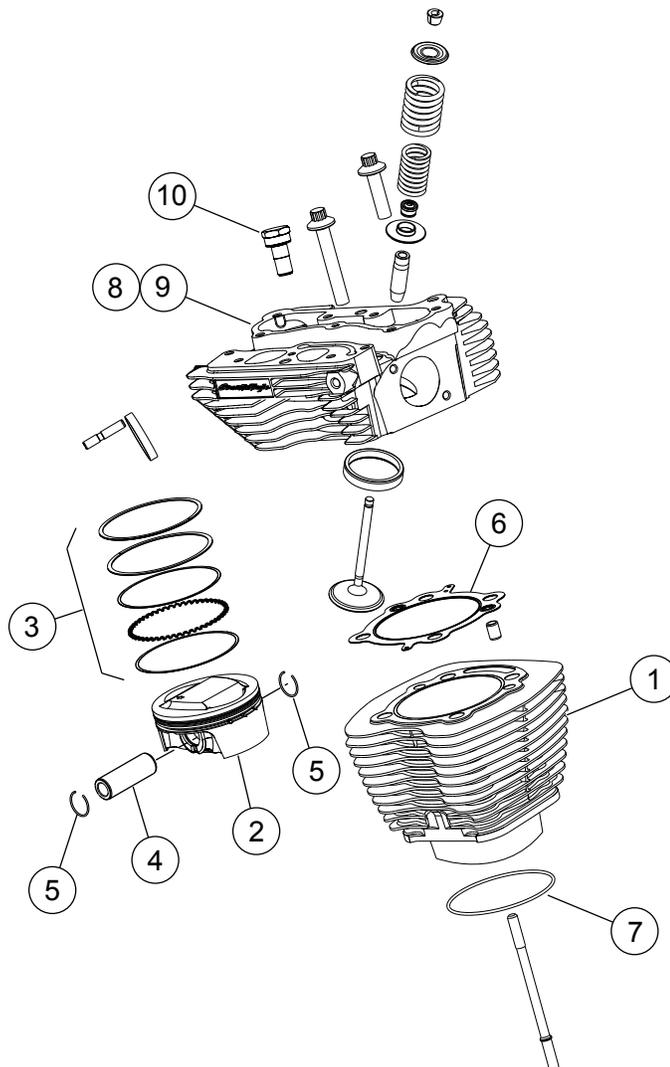
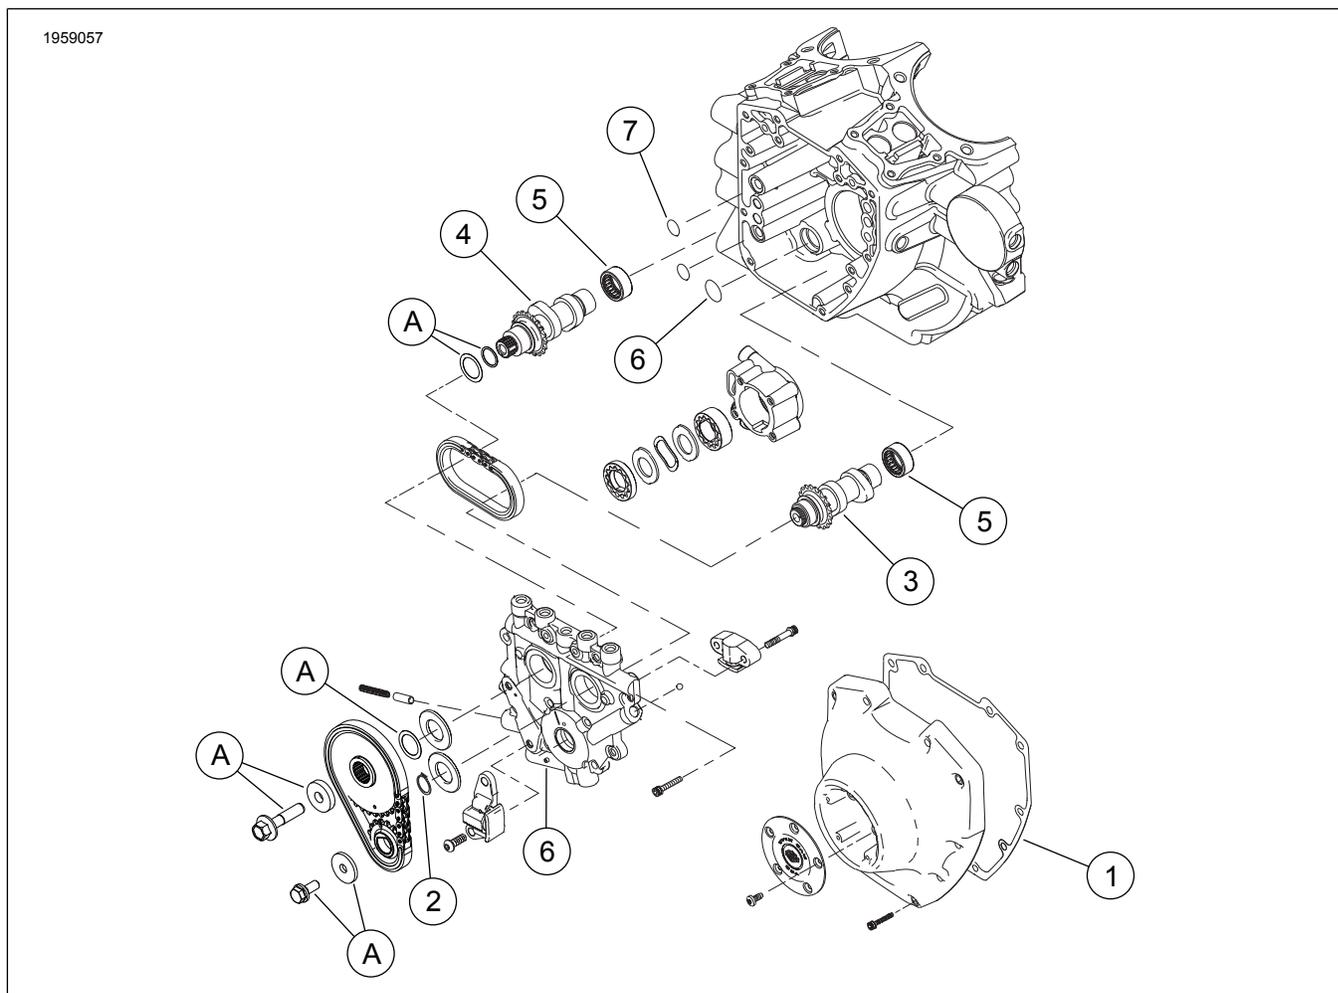

Figura 1. Peças de reposição: Kit Screamin' Eagle Pro TC (96 ci to 103 ci) Stage 4
Figura 3. Peças de reposição: Kit Screamin' Eagle Pro TC (96 ci to 103 ci) Stage 4
Ver Figura 1 a Figura 3, e Tabela 1 a Tabela 3.
1. Ver Figura 3 . Inspeção os rolamentos das agulhas da árvore de cames (7) e substitua-os, se necessário.
2. Veja Figura 1 até Figura 3 . Monte os cames na placa de cames, as cabeças de cilindro de alto desempenho e a extremidade superior do motor, utilizando as peças do kit. Consulte as seções sobre MOTOR apropriadas do manual de serviço.